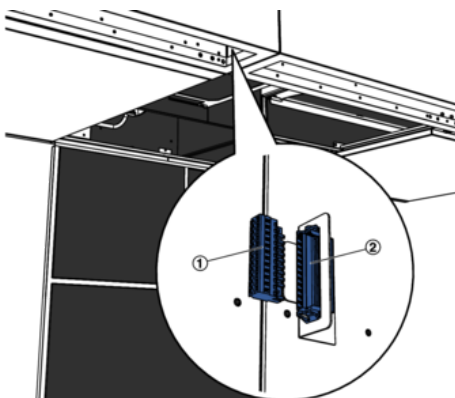

Abb. 19: Elektrische Verbindung herstellen
21. ▶ In den Luftauslässen den Stecker (Abb. 19/1) in Buchse (Abb. 19/2) einstecken